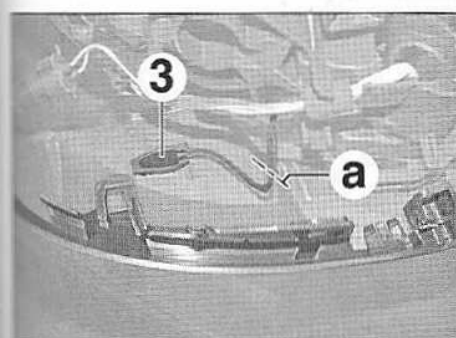

FIG.45
- Dégager la sonde de température extérieure (3) (Fig.45).
- Couper les deux fils noirs en (a) et récupérer la sonde (3).